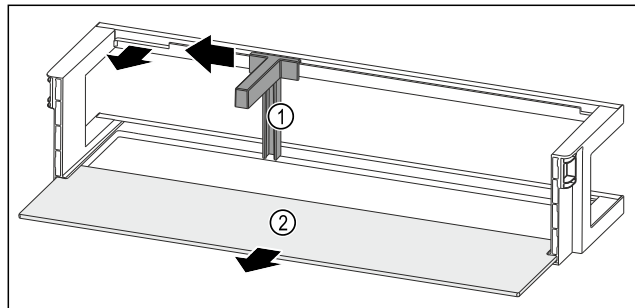

Fig. 138 Türabsteller mit Flaschenhalter und Abstellfläche
- ▶ Flaschenhalter Fig. 138 (1) bis zur Aussparung zur Seite schieben.
- ▶ Flaschenhalter Fig. 138 (1) entnehmen.
- ▶ Abstellfläche Fig. 138 (2) entnehmen.